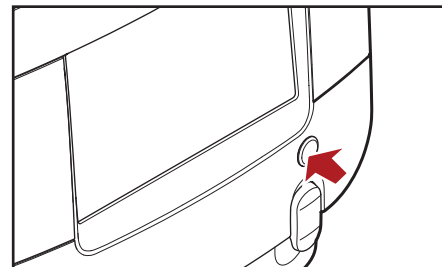

Bild 4.10 - Fri flödesleverans av varmt vatten
- Fritt vattenflöde med varmvattenknappen, se bild 4.10 på sidan 14.
2. Tryck på varmvattenknappen och håll den intryckt tills den önskade mängden av varmvatten har levererats (bild 4.10).